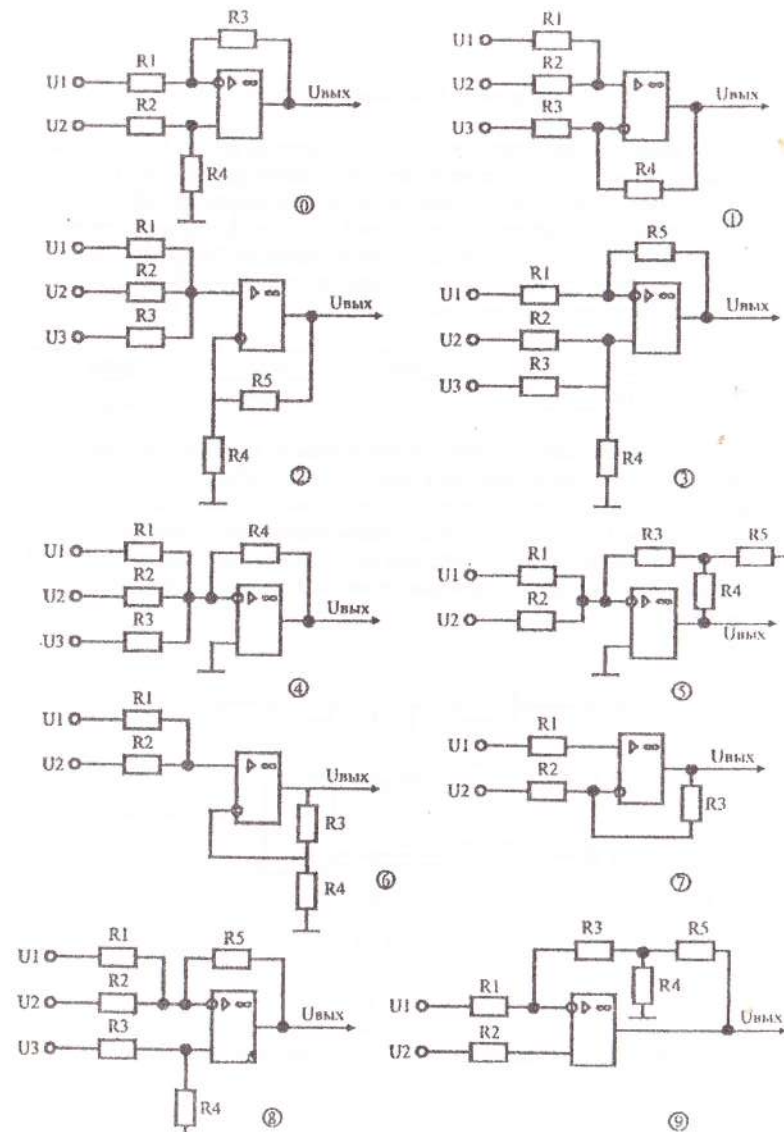

Рис. 7. Варианты схем к задаче 2.
1. Перечертить в тетрадь схему включения идеального операционного усилителя (ОУ), выбранную по рис. 7 в соответствии с последней цифрой номера студенческого билета.